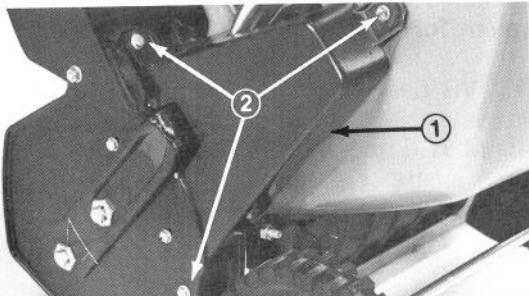

Figure 8
5. Pour mettre en marche une déneigeuse S140 avec démarreur à rappel, posez une main sur le mancheron inférieur pour stabiliser la déneigeuse. Saisissez ensuite la poignée du démarreur (Figure 8) et tirez-la vigoureusement pour mettre le moteur en marche. Si le moteur ne démarre pas après quatre essais, amorcez de nouveau et tirez la poignée de démarrage encore quatre fois. Recommez ainsi jusqu'à ce que le moteur démarre.
1. Enlevez la garde de la chaîne, du côté gauche de la machine, en retirant les trois vis autotaraudeuses (Figure 8).